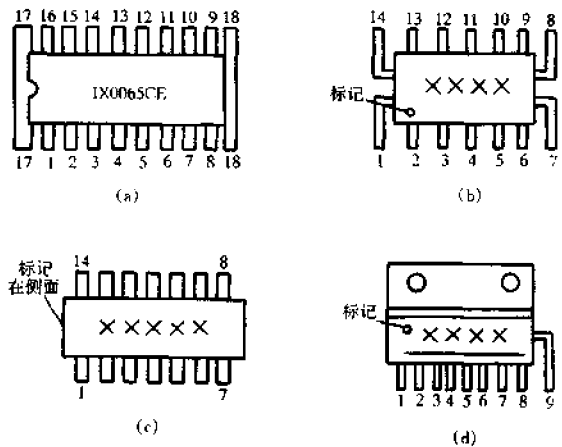

图 4-372 特殊标记的集成电路引脚排列
图 4-372 示出了几种标记和引脚排序都比较特殊的集成电路。其中, 特别要注意的是图 4-372(a)所示的引脚排列顺序, 如集成电路  $HA11235$  和  $IX0065$  等采用的就是这种排列顺序。这种集成电路每一边端的两个引脚是连通的, 左边端的两个引脚为①脚, 右边端的两个引脚为⑧脚, 中间的 16 个引脚排序则与一般双列直插正向引脚型集成电路相同。这种集成电路从外观上看有 20 个引脚, 但实际上只有 18 个引脚的功能, 这种特殊点在使用时一定要加以注意。